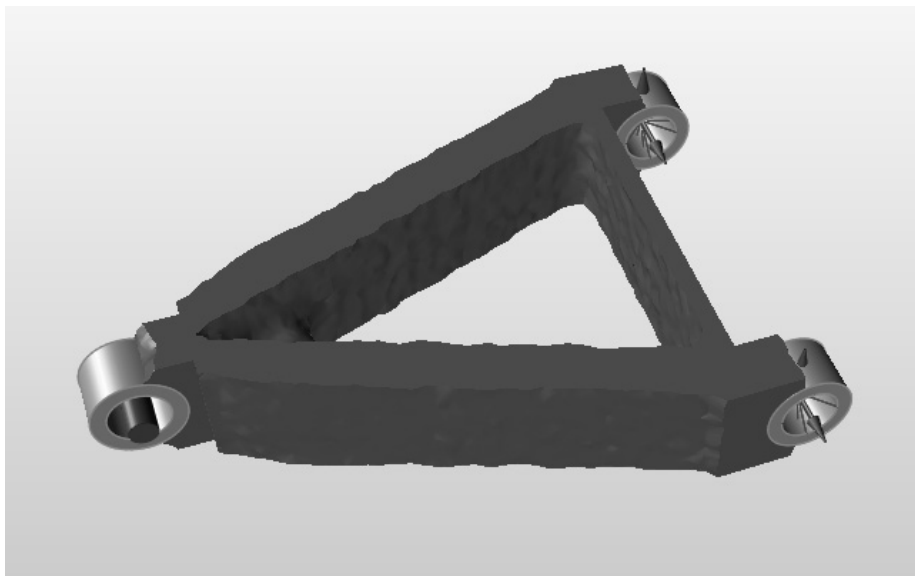

图 5-41
8) 重复上述流程，在 Load Case Y 下运行优化，如图 5-41 所示。